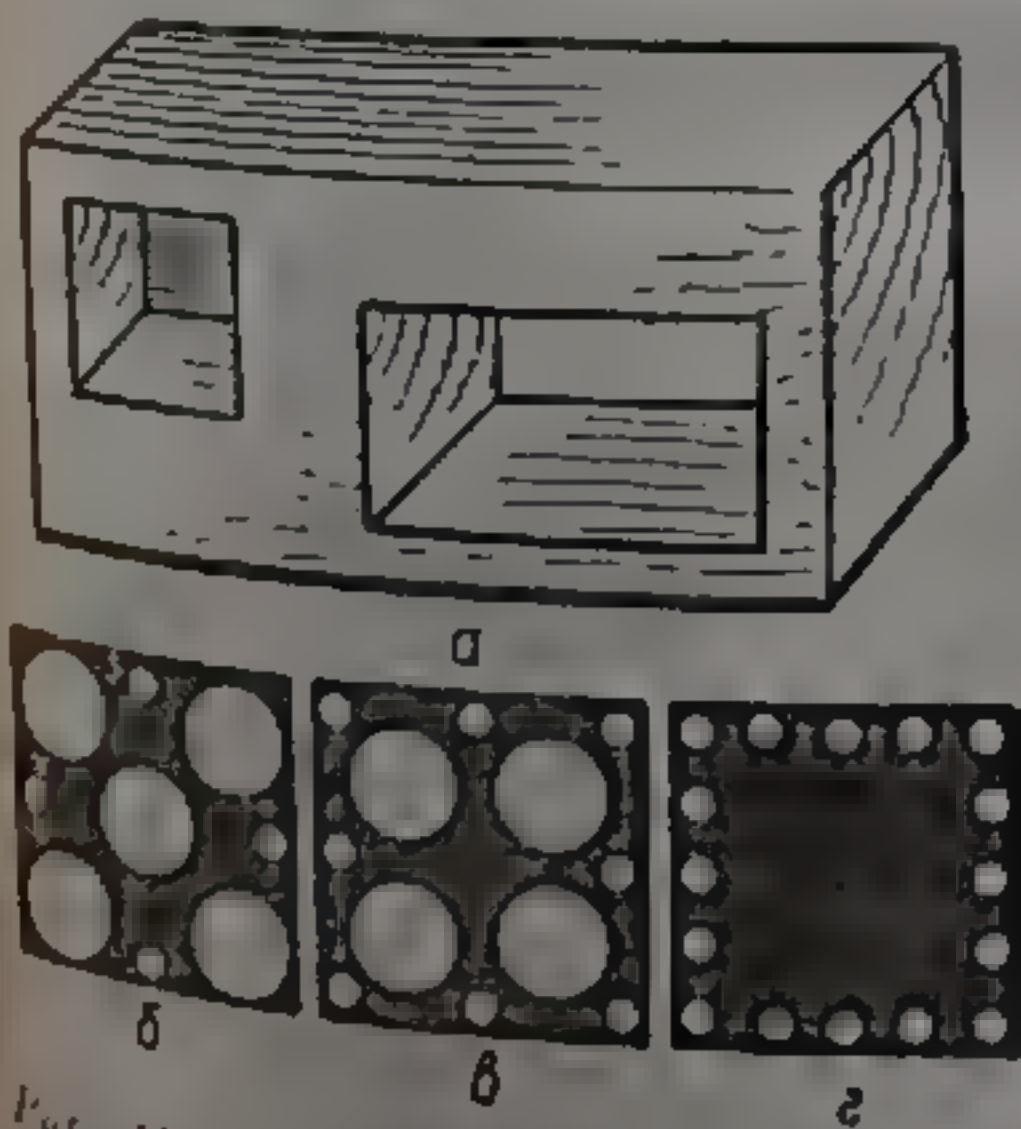

Рис. 102. Выполнение глухого (сквозного) отверстия квадратной формы: а — общий вид; б—г — варианты сверления.
Последовательность выполнения отверстий квадратной формы (рис. 102, а):
2. Просверлить отверстия по контуру (для получения сквозного отверстия) или по всей площади (для несквозного), используя ограничитель или муфту для выдержки заданной глубины (рис. 102, б, в, г).